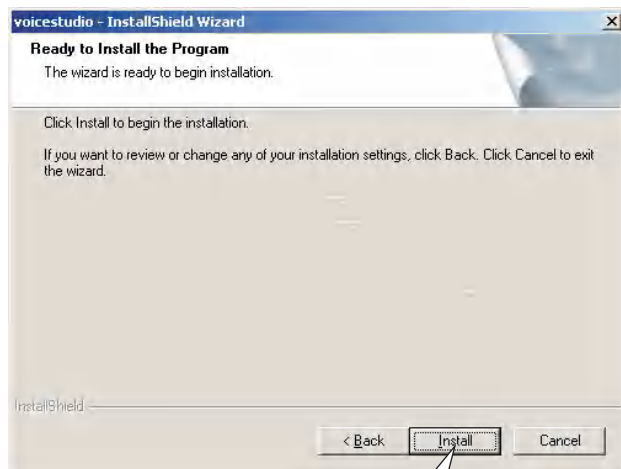

图21
- 点击 “Install” 按钮，将程序安装到你的硬盘，如图21：